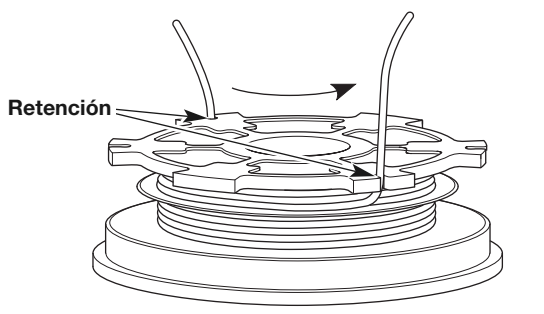

Fig. 18
3. Inserte las dos secciones de 6 pulgadas dentro de las dos ranuras de retención de 0.095 (Fig. 18).
4. Inserte las dos secciones de 6 pulgadas dentro de las dos ranuras de retención de 0.095 (Fig. 18).